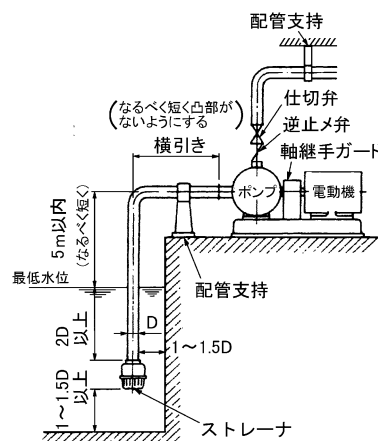

図2 据付図
- (1) ポンプに吸込配管、吐出し管の荷重がかかると芯狂いの原因となりますので、図2のように十分な配管支持をしてください。
- (2) 配管が長い場合、実揚程が高い場合、自動運転の場合、および2台以上のポンプの並列運転の場合には必ずポンプの吐出し側に逆止め弁と自吸用空気抜弁を取付けてください。自吸用空気抜弁は自吸運転中、吸込側配管の空気を排出するためのもので、逆止め弁のすぐ下に取付けてください。
- (3) 装置上どうしても空気だまりが避けられない箇所には、空気抜き弁を取付けてください。ただし、吸込配管などで負圧になる所には取付ないでください。逆に空気を吸込みます。
- (4) 水撃(ウォーターハンマ)がおこる危険性のある場合は、急閉逆止め弁を設けるなどの対策を施してください。
- (5) 吸上げの場合
- (a) 吸込配管の末端は図2のように管径(D)の2倍以上深く、底より1~1.5D以上離してください。